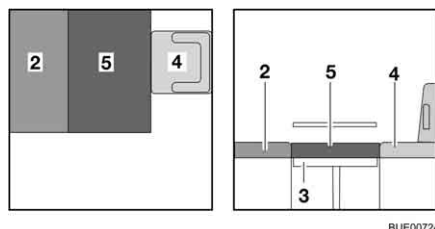

Fig. 76 Dopo la trasformazione
- Posizionare il cuscino aggiuntivo (Fig. 76,5) sul tavolo.
- Se necessario, spingere il sedile del conducente (Fig. 76,4) nuovamente all'indietro.